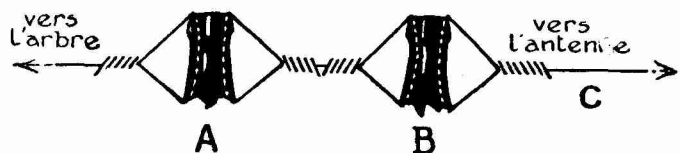

Fig. 2
l'un des bouts au premier isolateur (A) (fig. 2) ; à mon second isolateur (B), je passe l'autre bout et l'extrémité (C) de mon rouleau. C'est là que va commencer mon antenne. Il faut faire cette opération avec soin et veiller, surtout, à ce que les fils ne se touchent pas à l'intérieur du goulot.
au sommet de l'arbre, j'ai bien soin d'y fixer mon fil de descente qui ira vers l'appareil (fig. 2 bis). Ce fil, en la circonstance, n'est pas autre chose qu'un morceau de mon fil nu de laiton que je me contente d'enrouler plusieurs fois à mon fil d'antenne (V. 2^e partie, Renseignements utiles, ch. I). Cela fait, et l'antenne attachée solidement au sommet de l'arbre, je grimpe dans la colline en dérou-
Fig. 2 bis